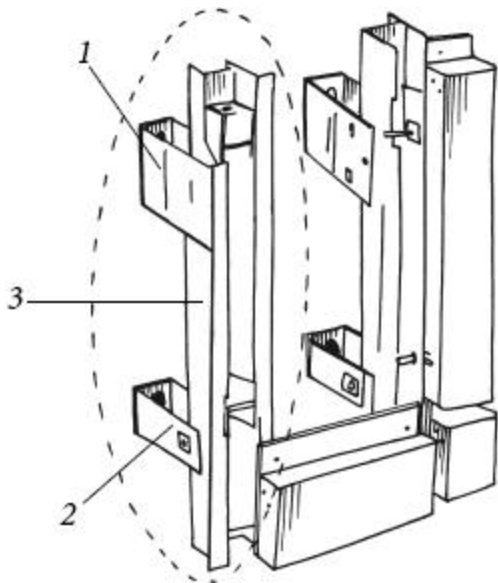

Рис. 10. Установка направляющих профилей вентилируемого фасада: 1) несущий кронштейн; 2) опорный кронштейн; 3) направляющая
3. Направляющие несущие вертикальные профили устанавливают на специальные крепежи (кронштейны) с предварительным сверлением отверстий, ориентируясь на разметку и проверяя вертикальность с помощью отвеса (рис. 10).